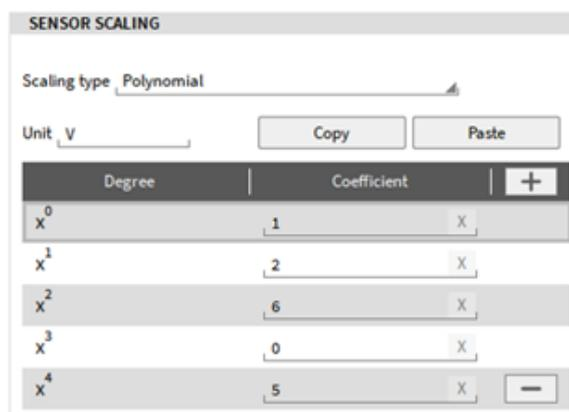

Abb. 7.39: Polynom-Skalierung
- Zudem kann eine Polynom-Skalierung auch aus einer anderen Quelle, wie z.B. Excel kopiert und mit *STRG+V* oder dem *Paste*-Button eingefügt werden. Dabei muss jeder Grad angeführt werden, damit das Polynom richtig definiert wird. In Abb. 7.39 und Abb. 7.40 wird folgendes Polynom dargestellt: